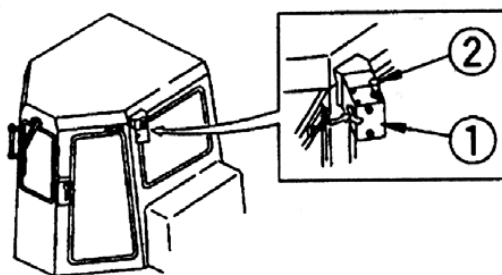

Рис. 2-27.
2.2.3.3 Дверной замок (Рис. 2-27)